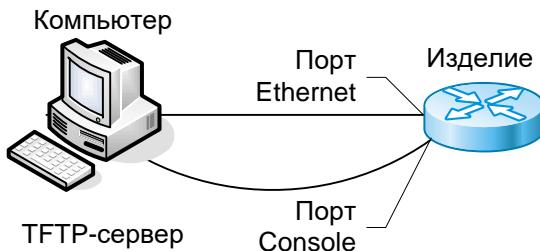

Рис. 9. Подключение изделия для обновления программного обеспечения
- Подключите порт Ethernet изделия к сети. Примеры подключения показаны на Рис. 9;